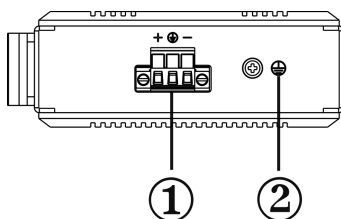

Рисунок 2 – Боковая панель изделия
- Подключите блок питания (входит в комплект поставки) к разъему питания 48...56 В (см. рисунок 2).